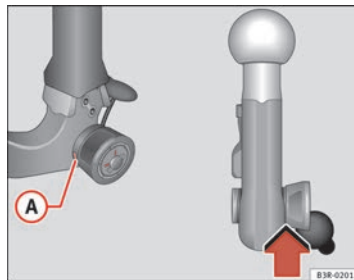

Fig. 168 Dispositif d'attelage amovible : contrôle de sécurité
- Vérifiez si le repère vert **(A)** ⇒ page 219, fig. 168 de la molette se trouve dans la zone du repère noir de la boule d'attelage.